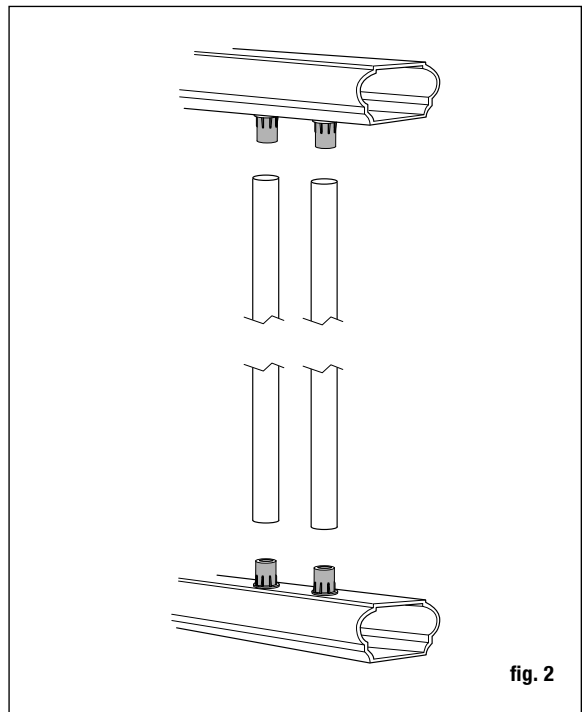

fig. 2
Étape 13 Attachez les balustres à la traverse inférieure en glissant sur les raccords (fig. 2).